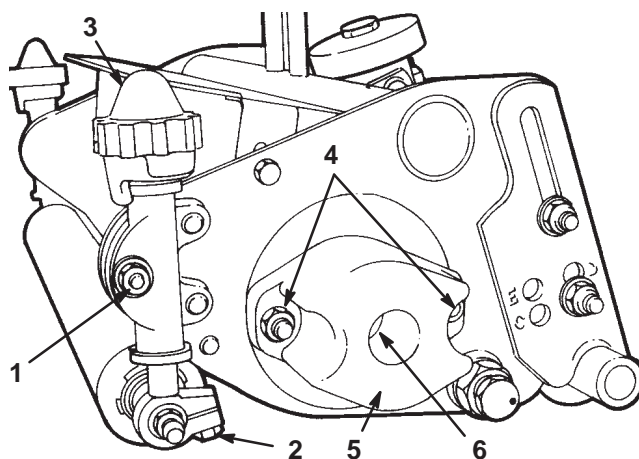

Bild 17
1. Lösen Sie an beiden Seiten des Mähwerks die Sicherungsmuttern an den Schnitthöheneinstellstangen und die Klemmschrauben der Rollenwelle (Bild 17).
2. Drehen Sie die Einstellräder für die Schnitthöhe, bis sie nicht mehr die Einstellstangen der Schnitthöhe berühren (Bild 17). Die Einstellräder sind an der Oberseite der oberen Scheibe der Schnitthöhenklemme arretiert.
2. Der Widerstand des Spindellagers sollte um 1 Nm liegen (Bild 17). Sie können dies mit einem Drehmomentschlüssel messen.
- A. Nehmen Sie die Befestigungsmuttern von der Gegengewicht-Endkappe ab. Nehmen Sie dann die Endkappe von den Befestigungsbolzen ab (Bild 17).
- C. Halten Sie die Spindel bei aufgestecktem Schlüssel und ziehen Sie die große Spindellagereinstellmutter fest (Bild 17). Ziehen Sie diese an, bis der Widerstand auf die Spindel 1 Nm beträgt.
1. Entfernen Sie die Gegengewichtendkappe (Bild 17).
2. Entfernen Sie die große Lagereinstellmutter von einem Ende der Spindelwelle (Bild 17) und die spezielle Keilmutter am anderen Ende der Spindelwelle.